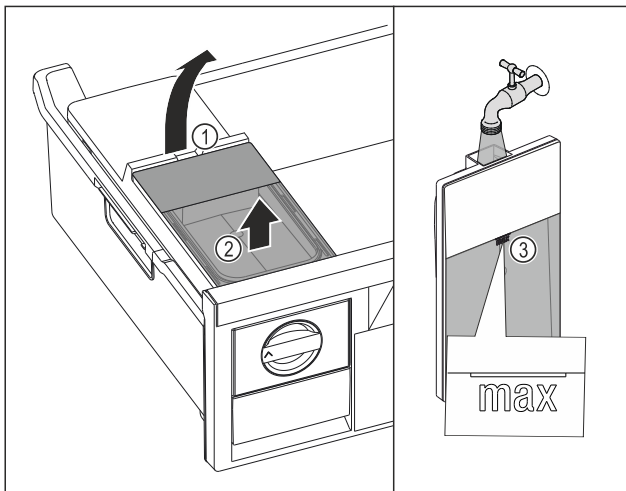

Fig. 67
- ▶ Watertank aan de uitsparing Fig. 67 (1) optillen.
- ▶ Watertank naar boven toe verwijderen. Fig. 67 (2)
- ▶ Watertank tot de markering Fig. 67 (3) vullen met drinkwater.